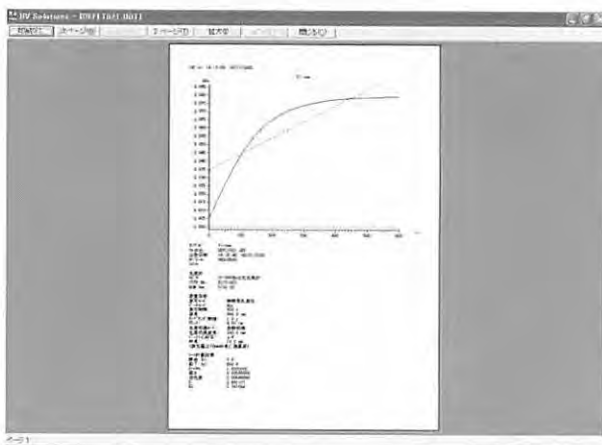

図3-14
- (2) データ (D) メニューのレポート (P) コマンドを選択します。または、データ処理ツールバーの  (レポート) ボタンをクリックしてください。図3-14のように印刷プレビューが表示されますので、確認して **印刷** をクリックします。このときの印刷項目は、編集 (E) メニューのプロパティ (O) コマンドを選択し、レポートタブで選択してください。